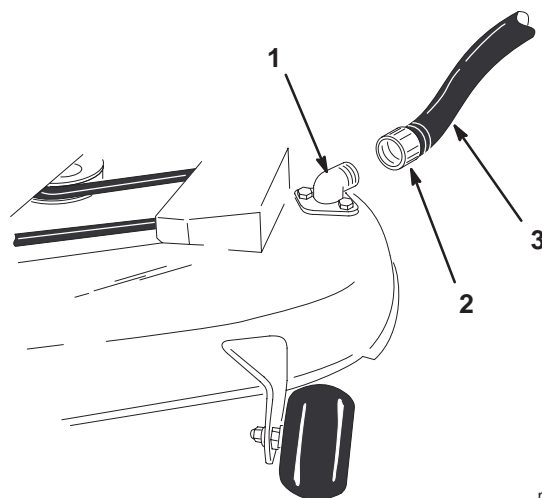

Figure 48
2. Vissez le raccord du tuyau à l'embout de lavage du carter de tondeuse et ouvrez l'eau en grand (Fig. 48).